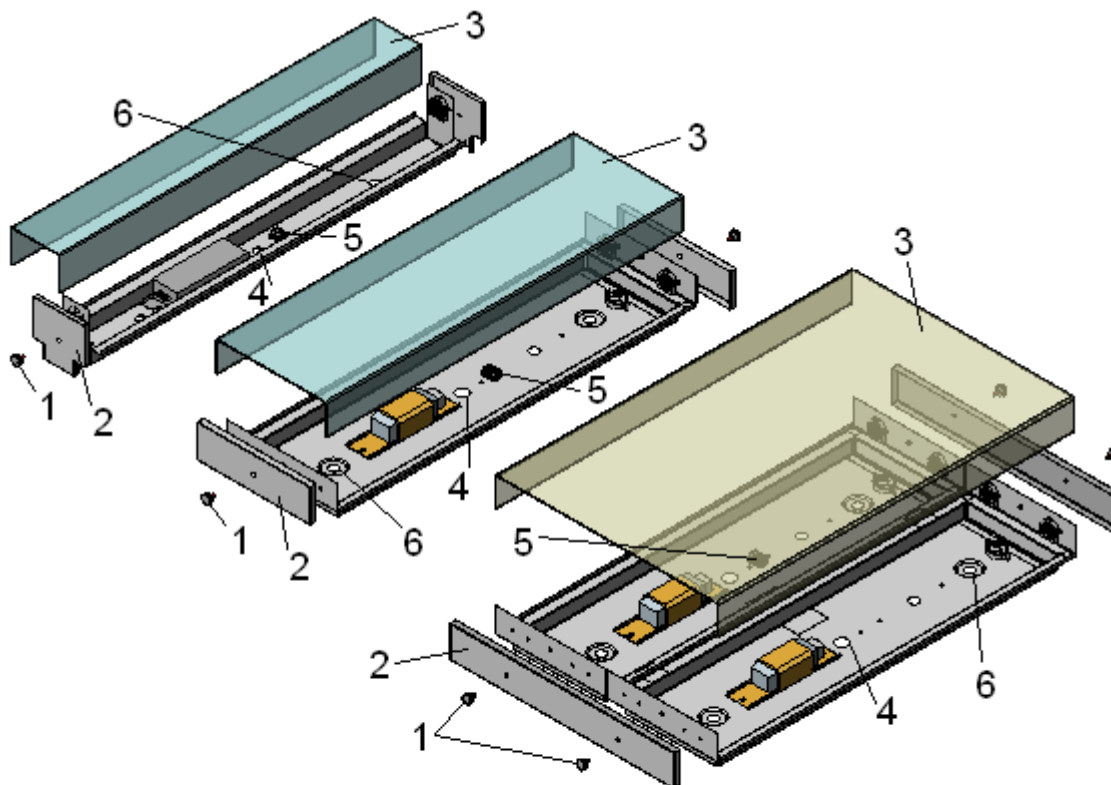

Рис. 3. Установка и монтаж светильников ЛПО-01
6.1. Выньте светильник из упаковки. Вывернув винты-барашки 1, снимите крышки 2 и рассеиватель (плафон) 3 (рис.3).